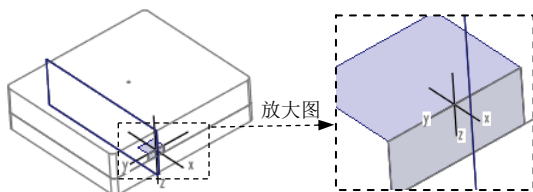

图 31.65 定义坐标系方向
(3) 定义坐标系参考方向。将鼠标移动到图 31.65 所示的 Y 轴上并右击，在弹出的快捷菜单中选择 **反向 Y** 命令，单击 **确定** 按钮。